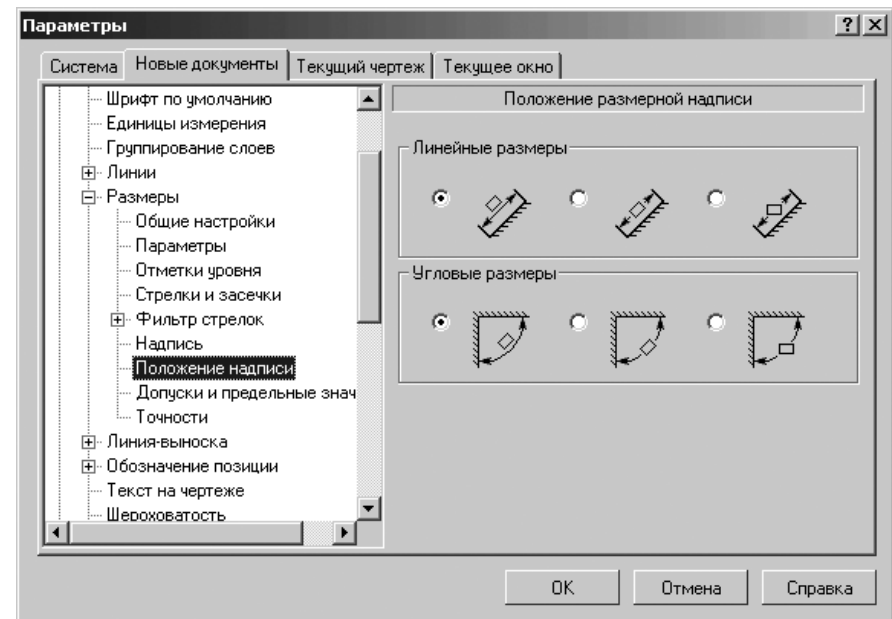

Рис. 10.31. Диалоговое окно **Параметры** с открытой вкладкой **Новые документы** и панелью **Положение размерной надписи**
- щелкните в списке настраиваемых элементов **Размеры** по пункту **Положение надписи**. В правой части появится панель **Положение размерной надписи**, показанная на рис. 10.31.